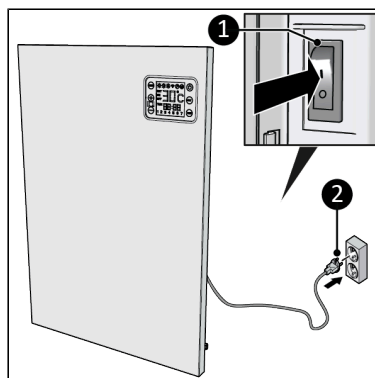

Figure 61.
2. Assurez-vous que le commutateur ON/OFF est en position OFF (Figure 61, pos. 1).
3. Insérez la fiche d'alimentation (Figure 61, pos. 2) dans une prise murale reliée à la terre et facilement accessible. Utilisez une prise murale mise à la terre d'une puissance minimale de 1200 watts.